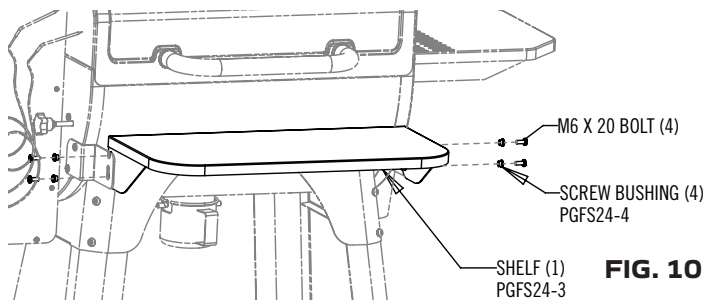

FIG. 10
4. Installez la tablette avant sur les supports comme indiqué ci-dessous Fig 10.